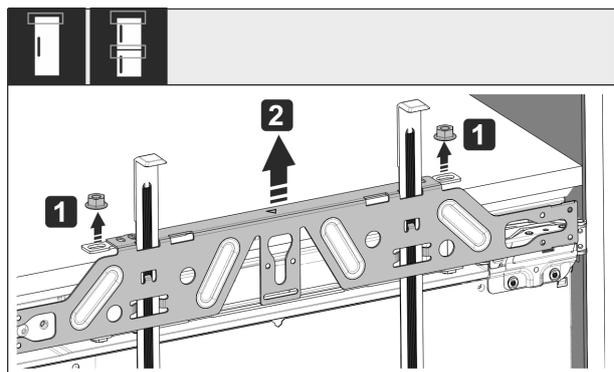

Fig. 58
- ▶ Desserrer les contre-écrous Fig. 58 (1).
- ▶ Retirer la traverse de fixation Fig. 58 (2).